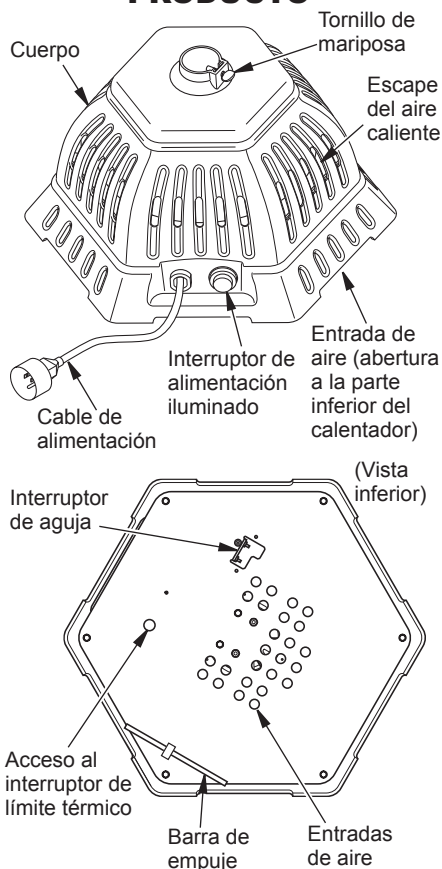

Figura 3. Calentador de la base de sombrilla
15. No coloque ni guarde el producto donde éste se pueda caer, o puedan tirar del mismo, a una piscina o cuerpo de agua. Si el producto se cae al agua, desenchúfelo inmediatamente. **NO LO TOQUE MIENTRAS ESTÉ DENTRO DEL AGUA.** Si el nivel del agua está sobre las entradas de aire (consulte la figura 3, página 4) o el producto está totalmente sumergido en el agua, deshágase del calentador adecuadamente.
1. Sitúe el producto bajo una mesa de patio en el exterior, sobre una superficie rígida, nivelada y seca. El poste de la aguja sobre el interruptor debe estar sobre una superficie sólida para que el producto funcione. Escuche hasta oír un sonido de “clíc”. Consulte la figura 3 para ver la ubicación del interruptor.